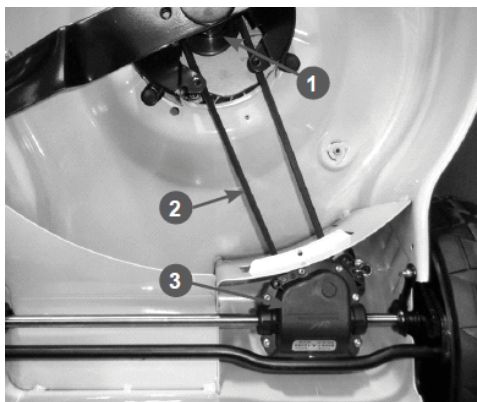

Рис. 29 Проверка состояния ремня привода
3. Попросите помощника нажать рычаг остановки двигателя. Медленно проворачивая коленчатый вал двигателя за нож, внимательно осмотрите ремень 2 привода хода на наличие трещин, разрывов, отслоения корда (Рис. 29). При обнаружении поврежденного ремня необходимо заменить.
2. Снимите старый ремень с шкивов 1 вала двигателя и редуктора 3 (Рис. 29).